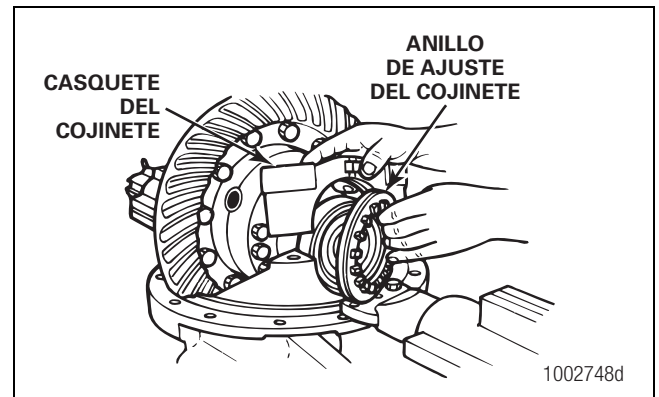

Figura 3.44
- Retire del diferencial los casquetes de cojinetes, los anillos de ajuste y las copas de cojinetes. Figura 3.44.